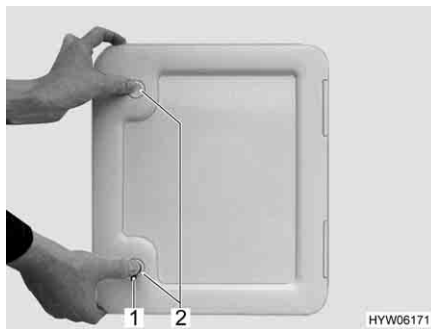

Fig. 28 Sportello per la cassetta della toilette
- Inserire la chiave nel cilindro della serratura a pressione (Fig. 28,1) e ruotare di un quarto di giro.
- Premere contemporaneamente con i pollici entrambe le serrature a pressione (Fig. 28,2) e aprire lo sportello della cassetta della toilette.
- Inserire la chiave nel cilindro della serratura (Fig. 28,1) e ruotare di un quarto di giro.